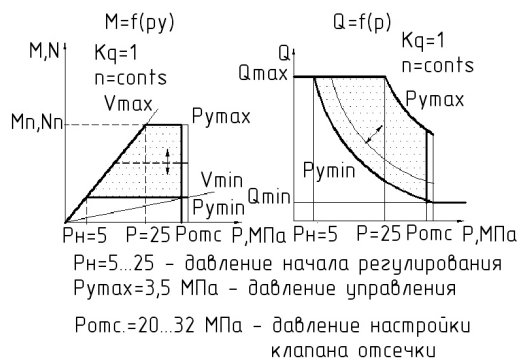

Рис. 20 – График зависимости крутящего момента M и подачи Q от изменения давления p .
- При отсутствии давления управления $P_y=0$ (рис. 20) и наличии давления в регуляторе $P_r > 3$ МПа, насос находится на минимальном рабочем объеме V_{min} , обеспечивая минимальную подачу Q_{min} и потребляемую мощность N_{min} .